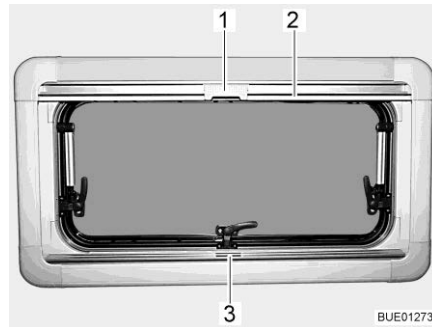

Fig. 101 Finestra apribile
- Afferrare la tendina oscurante pieghevole per la parte centrale della barra di presa (Fig. 101,3), tirarla dal basso verso l'alto e rilasciarla nella posizione desiderata. La tendina oscurante pieghevole rimane in questa posizione.
- Tirare la zanzariera a rullo accompagnandola con la barra di presa (Fig. 101,2) verso il basso, fino a quando la barra di presa non arriva a contatto con la tendina oscurante pieghevole (Fig. 101,3).
- Bloccare l'aggancio (Fig. 101,1) della zanzariera a rullo nella barra di presa della tendina oscurante pieghevole.
- Premere in alto all'indietro l'aggancio (Fig. 101,1) sulla zanzariera a rullo.
- Ricondurre lentamente la zanzariera a rullo accompagnandola con la barra di presa (Fig. 101,2).